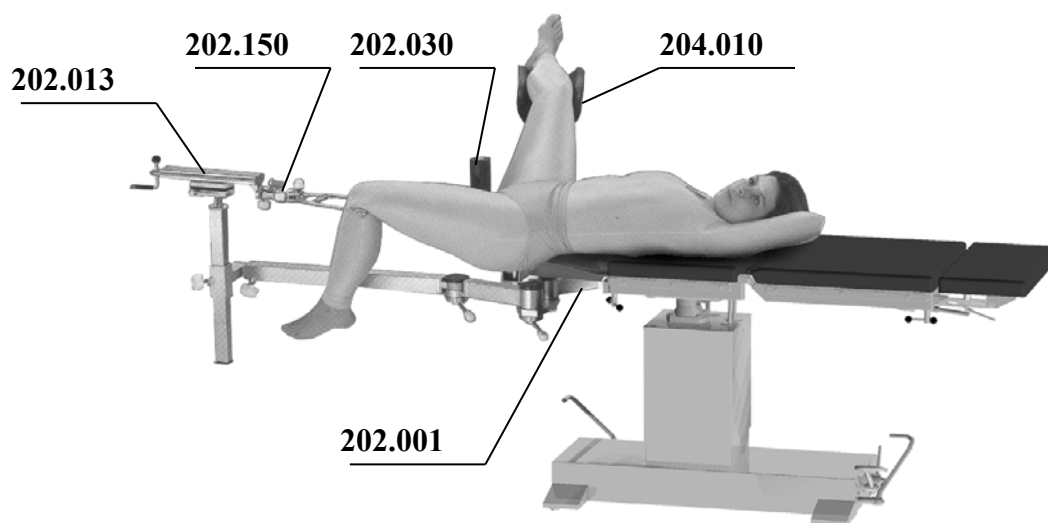

**Рисунок 7. Вариант использования приспособлений комплекта КПП-03 (лечение бедра – внутрикостный остеосинтез).**
9.3 Лечение бедра – внутрикостный остеосинтез, неповреждённая нога покоится на ногодержателе (Рисунок 7).